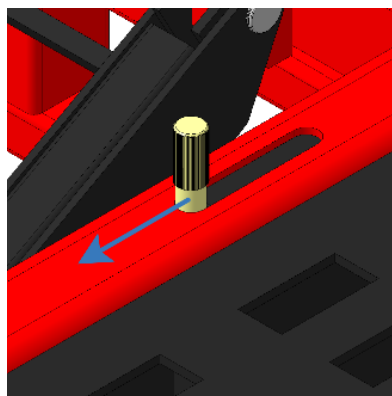

Рисунок 17
- Переведите до упора (в противоположное положение) телескопическую задвижку замка из зацепления с помощью ручки (рисунок 17).